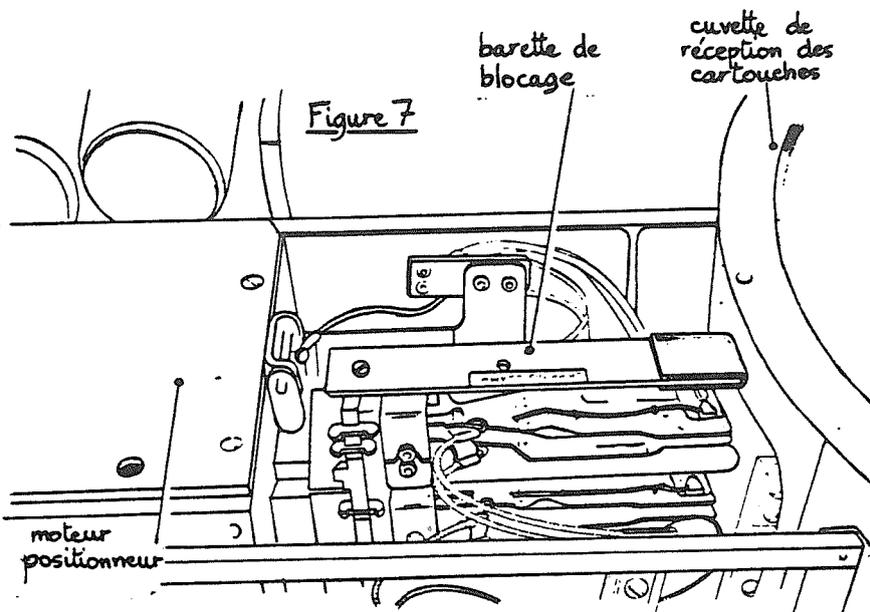

Figure 7
- Démonter la barette de blocage des têtes (Shipping Clamp) maintenue par une vis (Fig. 7) et la fixer à l'arrière du moteur positionneur (Fig 15)
Très important cette barette devra être mise en place comme indiqué figure 7 avant tout déplacement de l'unité (déménagement, retour usine) sous peine de détériorer têtes de lecture et disque fixe.